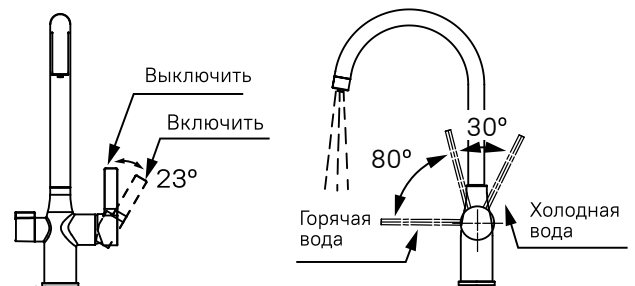

Рис. 6
6. Включение / выключение холодной и горячей воды: ручка направлена под углом и регулируется вперед/назад (рис. 6).